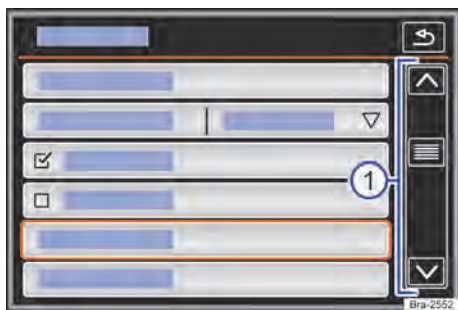

Fig. 114 Representação esquemática: entradas de lista, menu de configurações.
Se em uma exibição de lista houver mais registros selecionáveis do que podem ser visualizados, são mostradas superfícies de função para a rolagem ou uma barra de rolagem à direita na imagem → Fig. 114 ①.
As entradas de lista podem ser acessadas pelo toque direto no display, ou por meio do botão de regulagem → Fig. 114 ①.